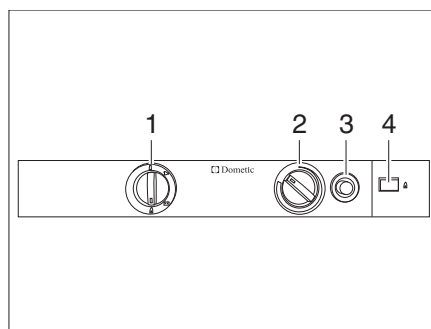

Fig. 318 Boutons de commande pour le réfrigérateur (Dometic Série 8)
- Placer le sélecteur de source d'énergie (Fig. 318,1) sur "🔥".
- Enfoncer le bouton tournant (Fig. 318,2) sur le niveau le plus élevé et le maintenir enfoncé. Attendre jusqu'à ce que le gaz s'écoule vers le brûleur.
- Enfoncer le bouton d'allumage du gaz (Fig. 318,3) et le maintenir enfoncé. L'allumage s'effectue de manière automatique.
- Maintenir le bouton d'allumage du gaz (Fig. 318,3) enfoncé jusqu'à ce que l'indicateur de la flamme (Fig. 318,4) passe au vert, puis le relâcher.
- Maintenir le bouton tournant (Fig. 318,2) encore enfoncé pendant 10 à 15 secondes, puis le relâcher.
- Placer le sélecteur de source d'énergie (Fig. 318,1) sur "⏻".
- Régler la température de réfrigération avec le bouton tournant (Fig. 318,2).